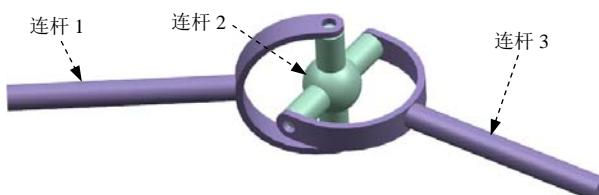
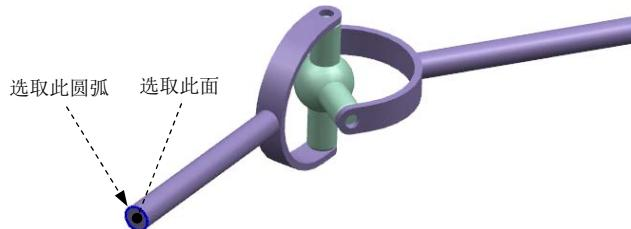
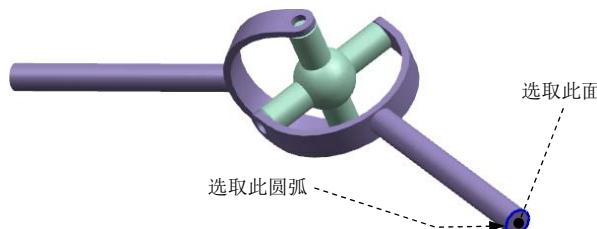
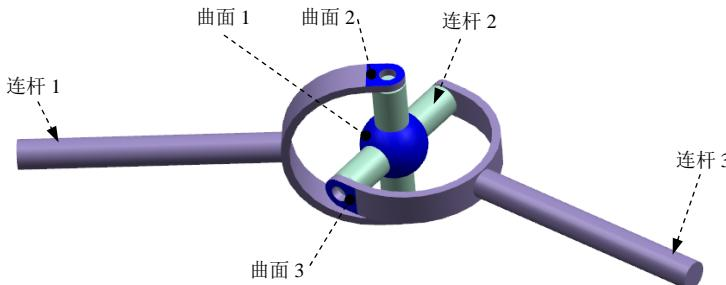

图 4.6.1 机构模型
图 4.6.2 定义连杆 1 中的旋转副
图 4.6.3 定义连杆 3 中的旋转副
图 4.6.4 定义连杆 3 中的旋转副
**说明：**在图 4.6.1 所示的机构中，已经创建了一组仿真文件并完成 3 个连杆的定义，该机构中没有定义固定连杆。
Step4. 定义连杆 1 中的旋转副。选择下拉菜单 **插入(I)** → **运动副(D)...** 命令，系统弹出“运动副”对话框；在“运动副”对话框 **定义** 选项卡的 **类型** 下拉列表中选择 **旋转副** 选项；选取图 4.6.1 所示的连杆 1 为参考连杆；在“运动副”对话框 **操作** 区域的 **指定原点** 下拉
列表中选取“圆弧中心”选项，在模型中选取图 4.6.2 所示的圆弧为原点参考；在“操作”区域的“方位类型”下拉列表中选择“矢量”选项，在模型中选取图 4.6.2 所示的面为矢量参考；单击“确定”按钮，完成旋转副的创建。
(1) 选择下拉菜单 **插入(S)** → **运动副(I)…** 命令，系统弹出“运动副”对话框；在“运动副”对话框“定义”选项卡的“类型”下拉列表中选择“ 旋转副”选项；选取图 4.6.1 所示的连杆 3 为参考连杆；在“运动副”对话框“操作”区域的“ 指定原点”下拉列表中选取“圆弧中心” 选项，在模型中选取图 4.6.3 所示的圆弧为原点参考；在“操作”区域的“方位类型”下拉列表中选择“矢量”选项，在模型中选取图 4.6.3 所示的面为矢量参考。
(2) 单击“运动副”对话框中的“驱动”选项卡；在“驱动”区域的“旋转”下拉列表中选择“恒定”选项；在“初速度”文本框中输入值 120。
(3) 单击“确定”按钮，完成旋转副的创建。
(1) 选择下拉菜单 **插入(S)** → **运动副(I)…** 命令，系统弹出“运动副”对话框；在“运动副”对话框“定义”选项卡的“类型”下拉列表中选择“ 旋转副”选项；选取图 4.6.4 所示的连杆 2 为参考连杆；在“运动副”对话框“操作”区域的“ 指定原点”下拉列表中选取“圆弧中心” 选项，在模型中选取图 4.6.4 所示的球面（曲面 1）为原点参考；在“操作”区域的“方位类型”下拉列表中选择“矢量”选项，在模型中选取图 4.6.4 所示的曲面 2 为矢量参考。
(2) 在“运动副”对话框“基本”区域中选中  “啮合连杆”复选框；单击“基本”区域中的
\* 选择连杆 (①) 按钮, 选取图 4.6.4 所示的连杆 1 为啮合连杆; 在基本区域的 **指定原点** 下拉列表中选取“圆弧中心”② 选项, 在模型中选取图 4.6.4 所示的球面(曲面 1) 为原点参考。在基本区域的 **方位类型** 下拉列表中选择 **矢量** 选项, 在模型中选取图 4.6.4 所示的曲面 2 为矢量参考。
(3) 单击 **确定** 按钮, 完成旋转副的创建。
Step7. 参照 Step6 的操作步骤, 定义连杆 2 和连杆 3 中的旋转副。选取图 4.6.4 所示的连杆 2 为参考连杆; 选取图 4.6.4 所示的连杆 3 为啮合连杆; 选取图 4.6.4 所示的球面(曲面 1) 为原点参考; 选取图 4.6.4 所示的曲面 3 为矢量参考。
(1) 选择命令。选择下拉菜单 **插入 (I)** → **运动副 (J)...** 命令, 系统弹出“运动副”对话框; 在“运动副”对话框 **定义** 选项卡的 **类型** 下拉列表中选择 **万向节** 选项; 选取图 4.6.4 所示的连杆 3 为参考连杆; 在“运动副”对话框 **操作** 区域的 **指定原点** 下拉列表中选取“圆弧中心”② 选项, 在模型中选取图 4.6.4 所示的球面(曲面 1) 为原点参考; 在 **操作** 区域的 **方位类型** 下拉列表中选择 **矢量** 选项, 在模型中选取图 4.6.3 所示的面为矢量参考。
(2) 单击 **基本** 区域中的 **\* 选择连杆 (①)** 按钮, 选取图 4.6.4 所示的连杆 1 为配合连杆, 在 **基本** 区域的 **方位类型** 下拉列表中选择 **矢量** 选项, 在模型中选取图 4.6.2 所示的曲面为矢量参考。
(3) 单击 **确定** 按钮, 完成万向节的创建。
Step9. 定义解算方案并求解。选择下拉菜单 **插入 (I)** → **解算方案 (L)...** 命令, 系统弹出“解算方案”对话框; 在 **解算方案类型** 下拉列表中选择 **常规驱动** 选项; 在 **分析类型** 下拉列表中选择 **运动学/动力学** 选项; 在 **时间** 文本框中输入值 10; 在 **步数** 文本框中输入值 150; 选中对话框中的 **通过按“确定”进行解算** 复选框; 单击 **确定** 按钮, 完成解算方案的定义。